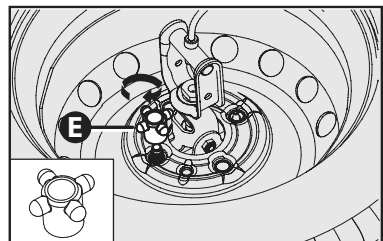

fig. 5
- Recolocar a porca que trava o dispositivo **E-fig. 5**, girando no sentido horário e empurrar cuidadosamente a roda substituída para baixo do veículo.